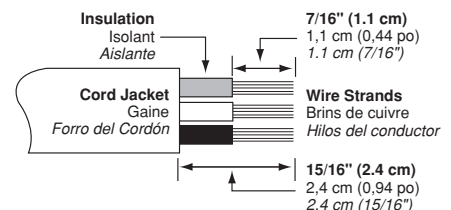

Fig. 1
3. Place gasket on back side of cover (see *Fig. 1 & 2*).
4. **For CWP Devices:** Fully back out terminal screws. Twist strands of conductors tightly together (**DO NOT TIN CONDUCTORS**). Insert conductors into proper wire wells as follows: BLACK (Hot) wire to BRASS screw, WHITE (Neutral) wire to SILVER screw, and GREEN (Ground) wire to GREEN screw (see *Fig. 1 & 3*). Tighten terminal screws firmly to 10-14 in.-lbs. **CAUTION: TERMINAL CLAMPS MUST TIGHTEN ONTO BARE CONDUCTOR ONLY, NOT INSULATION.**
- Mettre le joint d'étanchéité à l'arrière du couvercle (*fig. 1 et 2*).
- Dispositifs CWP :** Desserrer complètement les bornes. Entortiller fermement les brins de chaque conducteur (*NE PAS LES ÉTAMER*). Insérer chaque conducteur dans l'orifice de câblage approprié : le fil NOIR (actif) à la borne LAITON, le fil BLANC (neutre) à la borne ARGENT et le fil VERT (terre) à la borne VERTE (*fig. 1 et 3*). Serrer toutes les bornes en exerçant un couple de 10 à 14 po-lb. **MISE EN GARDE :** LES BORNES DOIVENT SE SERRER SUR LES CONDUCTEURS, NON SUR LEUR ISOLANT. **REMARQUE :** Calibre maximal des fils : 10 AWG (toronnés). **REMARQUE :** Pour faciliter l'installation, insérer d'abord le fil de terre dans son orifice de câblage.
- Coloque la empaquetadura en la parte posterior de la cubierta (*vea Fig. 1 y 2*).
- Para productos CWP:** Saque totalmente los tornillos terminales. Tuerza los hilos de los conductores bien apretados (**NO ESTÁNE LOS CONDUCTORES**). Inserte los conductores en los orificios apropiados como sigue: el NEGRO (Fase) en el tornillo de LATON, el BLANCO (Neutro) en el tornillo PLATEADO y el VERDE (Tierra) en el tornillo VERDE (*vea Fig. 1 y 3*). Apriete los tornillos usando una tensión de 10-14 in.-lbs. **PRECAUCIÓN:** LAS ABRAZADERAS TERMINALES SÓLO DEBEN APRETAR AL CONDUCTOR PELADO, NO AL AISLANTE. **NOTA:** Cable entrelazado #10 AWG máximo. **NOTA:** Inserte primero el conductor a tierra para una instalación fácil.